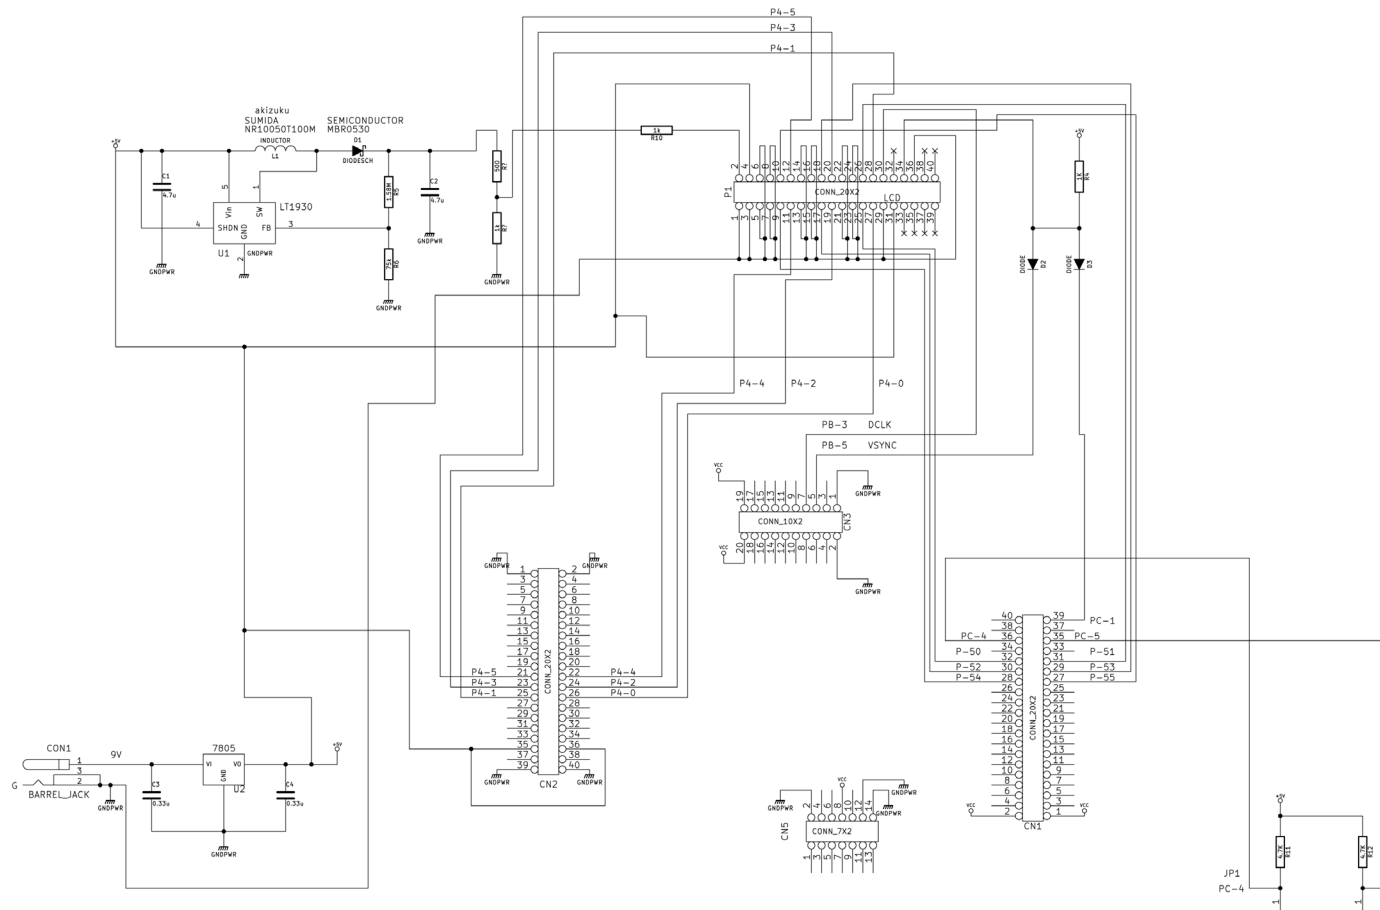

図2・回路図 (ATM0430D25用)
❶ KiCad を使用し、回路図を作成後 [図2・3]、切削加工し、切削加工基板を作成します。